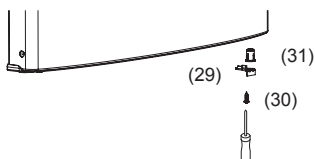

Рис. 9
- Снимите ограничитель (29) рис. 9 в нижней части двери холодильного отделения, открутив винт (30) рис. 9 и закрепите его на противоположной стороне. Прodelайте аналогичную операцию для двери морозильного отделения;
- Снимите втулку (31) рис. 9 в нижней части двери холодильного отделения и зафиксируйте её с противоположной стороны.